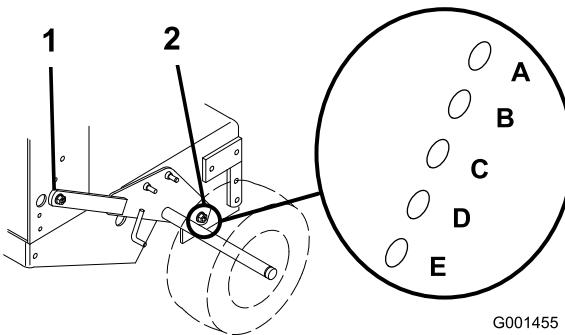

Figure 18
3. Desserrez, sans les enlevez, les 2 boulons de pivot et les 2 boulons de réglage de l'essieu (Figure 18).
4. Placez un cric sous le bâti du moteur, au centre et à l'arrière. Soulevez l'arrière du bâti du moteur jusqu'à ce qu'il soit possible de déposer les 2 boulons de réglage de l'essieu avant (Figure 18).
5. Levez ou abaissez le bâti du moteur à l'aide du cric de sorte à pouvoir insérer les 2 boulons de réglage de l'essieu avant dans les trous voulus (Figure 18).